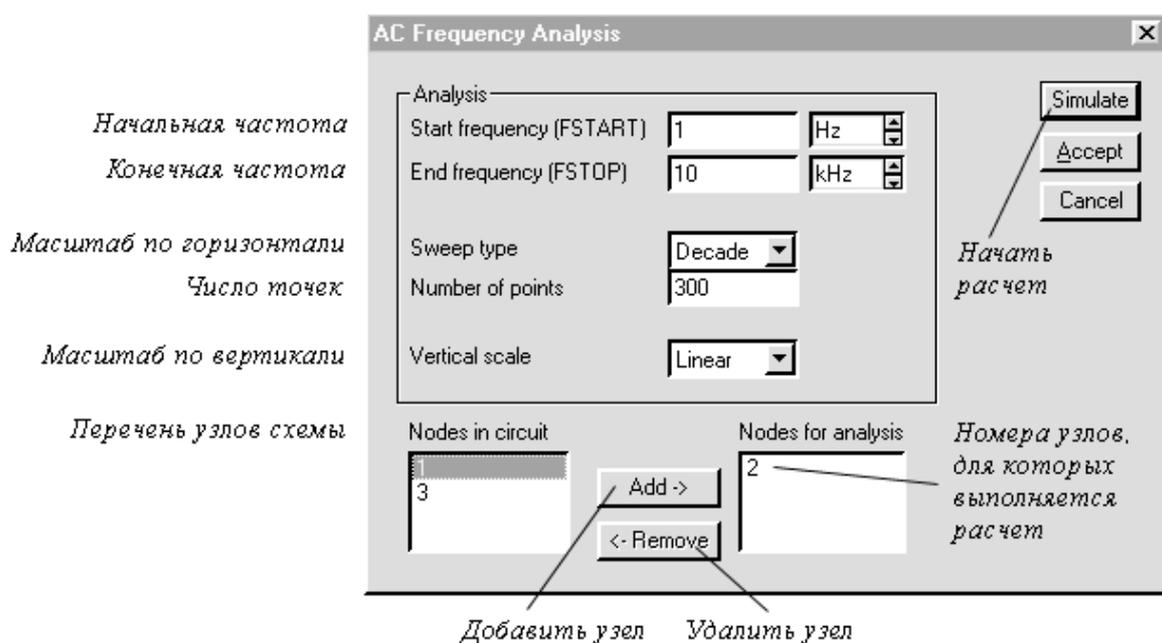
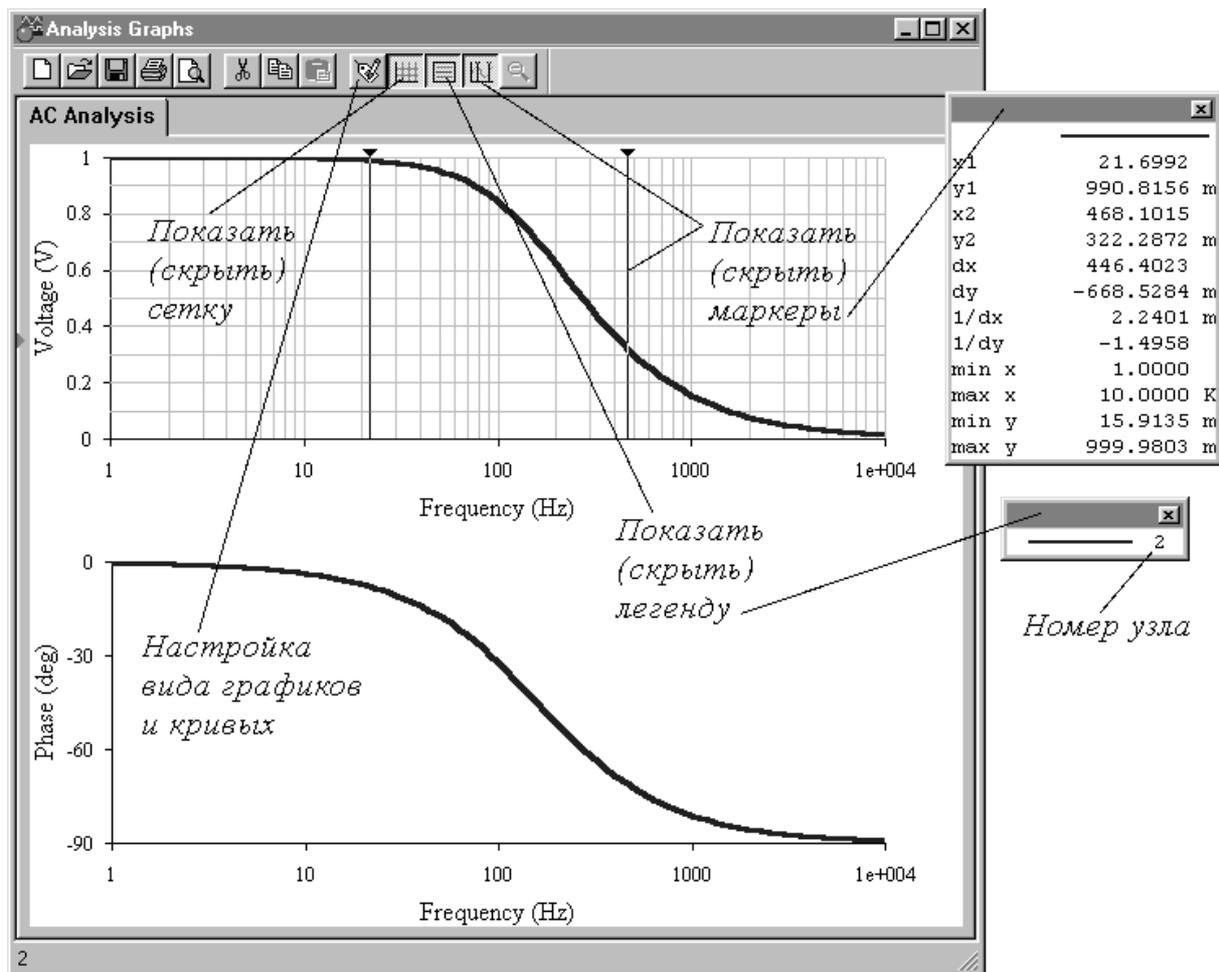

Рис. 4. Настройка режима построения частотных характеристик
Рис. 1.3. АЧХ и ФЧХ интегрирующей RC - цепи
- Analysis/ AC Frequency - построение амплитудно-частотной (АЧХ) и фазочастотной характеристик (ФЧХ) (рис.4);
Для построения частотных характеристик выберите меню *Analysis* команду *AC Frequency*. Заполните необходимые позиции закладки (см. рис.4). Нажмите кнопку *Simulate*. В результате появится окно результатов, показанное на рис.1.3. Для анализа полученных характеристик удобным является использование маркеров, которые в соответствующем окне отображают абсолютные и относительные значения выбранных точек.
Чтобы построить годограф в программе Workbench нужно построить АЧХ и ФЧХ разомкнутой системы, а с помощью маркеров (см. рис.1.3) снять численные значения на определенных частотах.